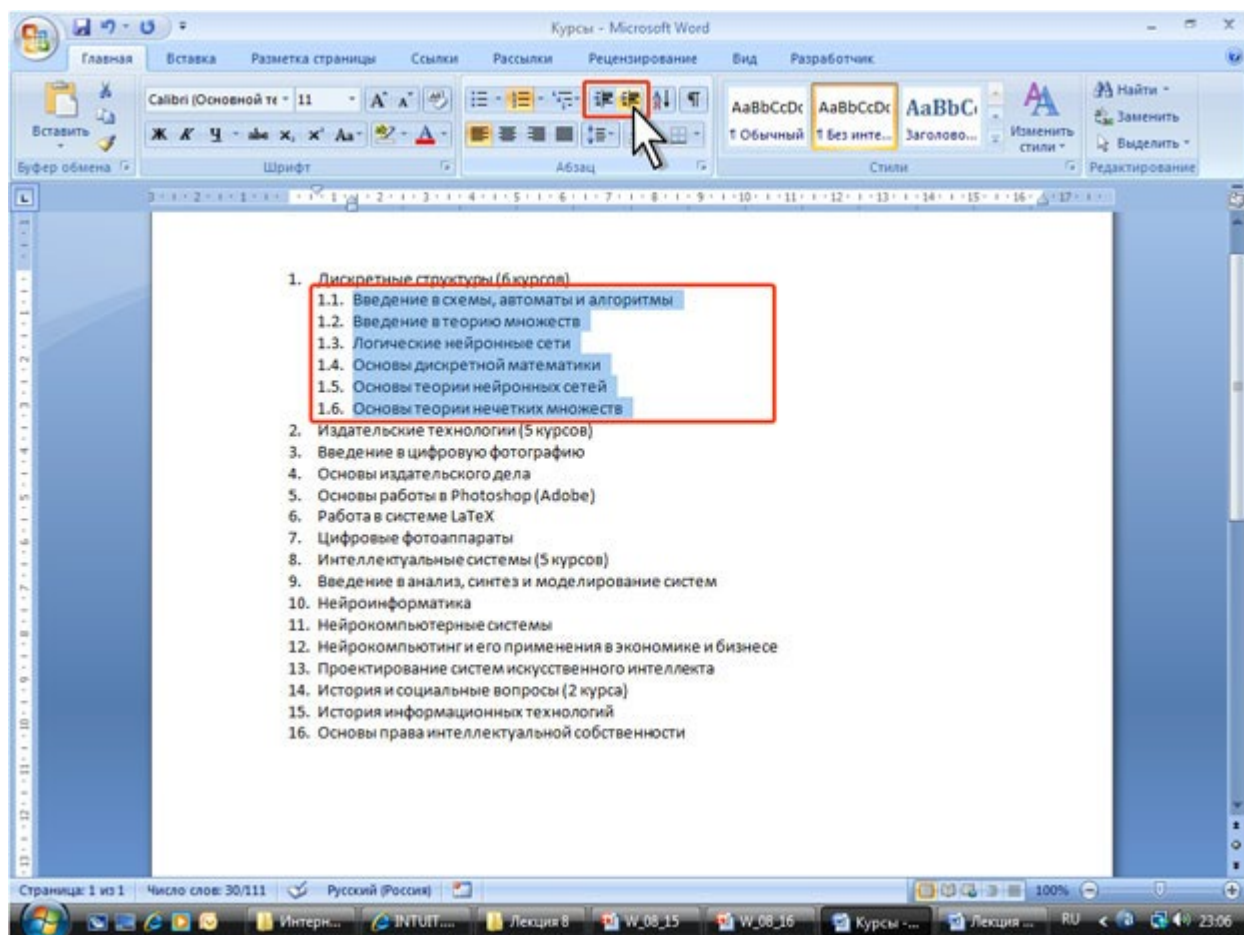

Рис. 3. Заготовка многоуровневого списка
4. Выделите абзац (абзацы) и нажмите кнопку **Увеличить отступ** группы **Абзац** вкладки **Главная** (рис. 3). Каждое нажатие кнопки понижает выделенные абзацы на один уровень. Для повышения уровня нажмите кнопку **Уменьшить отступ**. Для этой же цели можно использовать аналогичные кнопки мини-панели инструментов.